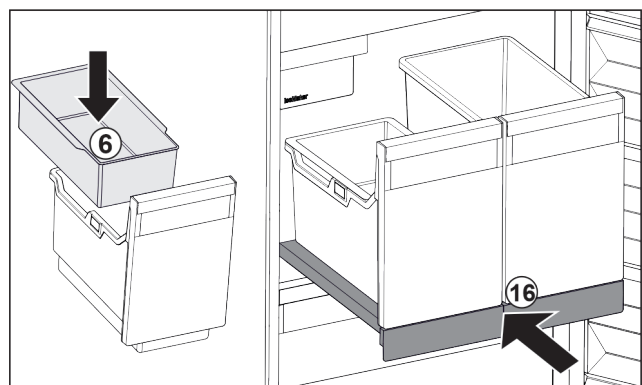

Fig. 40
- ▶ Inhangschaal Fig. 40 (6) voor ijsblokjes aanbrengen.
- ▶ Uitschuifplateau met bak (IceTower) er inschuiven. Fig. 40 (16)